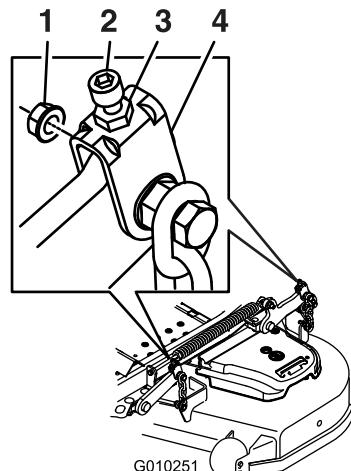

Figura 88
10. Si es necesario, afloje la tuerca "whizlock" del lateral de la horquilla y la contratuerca de la parte superior. Gire el tornillo de ajuste hasta obtener una altura de 7,6cm (3pulg.) (ver Figura 88) (ver).
- Gire el tornillo de ajuste hasta obtener una altura de 8,3cm (3-1/4 pulg.) Figura 88